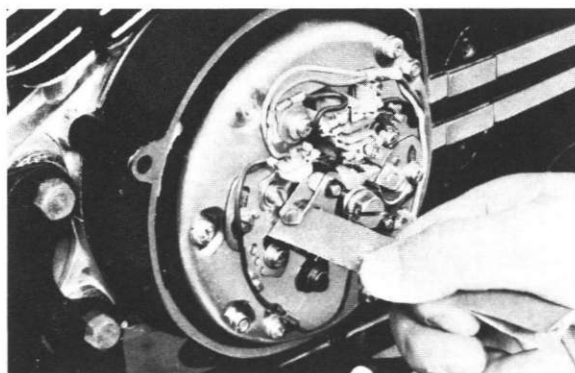

Fig. 6-2-2
- b. To clean the points, run a point file between the points until the grey deposits and pits have been removed. Spray the points with ignition point cleaner or lacquer thinner, then snap the points shut on a white business card (or paper of hard texture) and repeatedly pull the card through until no more carbon or metal particles come off on the card. (See Fig. 6-2-2.)
- b. Pour nettoyer les rupteurs, il suffit de faire passer une lime à contacts entre eux, jusqu'à ce que les dépôts grisâtres et les piqûres soient éliminés. Aspergez les rupteurs à l'aide d'un produit de nettoyage ou d'un diluant de peinture; ensuite, placez une carte de visite (ou un papier similaire) entre les rupteurs et faites leur frapper le papier à plusieurs reprises; faites ensuite glisser la carte de visite ou le papier jusqu'à ce qu'il n'y ait plus de trace de carbone ou de métal. (Voir Fig. 6-2-2)
- b. Zum Reinigen der Kontaktpunkte ist eine Kontaktfeile so lange zwischen den Punkten hin- und herzuschieben, bis die grauen Ablagerungen und die eingefressenen Stellen verschwunden sind. Anschliessend Kontaktpunkte mit Kontaktreiniger oder Lackverdünner einsprühen, Kontakte auf einem Stück weissem Karton (Visitenkarte) zuschnappen lassen, und den Karton so oft hin- und herschieben, bis er keine Spuren von Russ oder Metall mehr anzeigt. (Siehe Abb. 6-2-2)